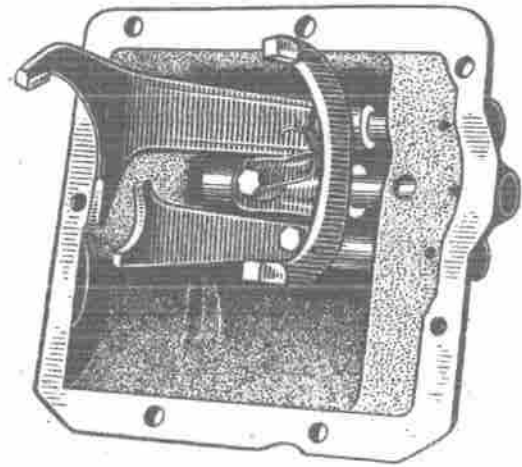

Bild 117. Drahtsicherung für Befestigungsschrauben der Schaltgabel
7. Gabeln auf Schaltschienen mit Hilfe der Kegelschrauben befestigen und die Schrauben mit Draht sichern, der die Verschiebung der Schaltschienen nicht hindern darf (Bild 117). Beim Befestigen der Gabeln muß der Hebel der Schaltmuffe in der Nut der Gabeln liegen.